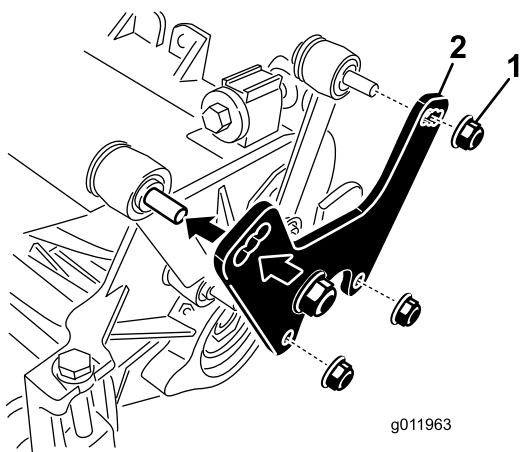

図 9
1. カッティングユニットのサイドプレートとキャリアフレームに昇降リンクを固定しているナットを外す図 9。